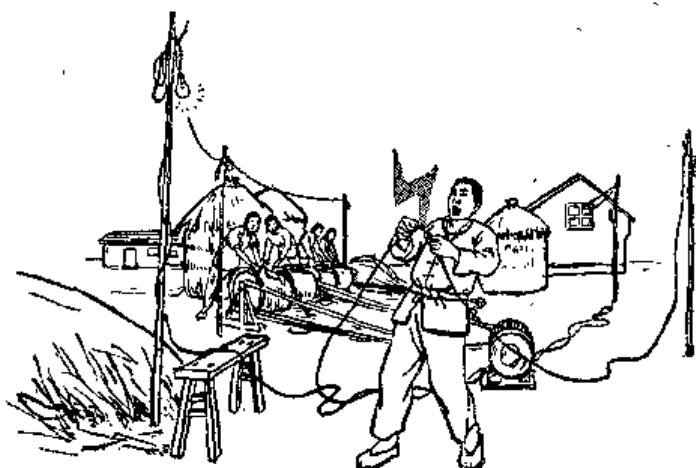
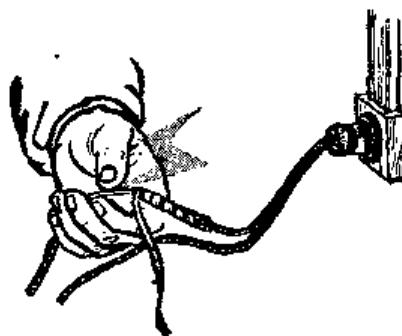

图 3
图 4
(1) 触电事故大都发生在电压为 220 伏或 110 伏的用电设备，发生在电压为 380 伏以上用电设备的次数比較少。因为一般用电设备大都采用 220 伏或 110 伏的电源，应用范围比較广；人身接触到的机会也多。例如：每一个家庭里所用的电灯、收音机、电风扇，工厂里所用的小型电动工具，理发店里所用的电器用具等等都是。另一方面，因为和这些用电设备接触的人数比較多，而且比較缺乏用电常識，或是思想上麻痹大意，对于 220 伏电压的危险性，認識不足，不够重視。
(2) 用电设备安装不合标准，在农村方面造成触电事故更多。例如：临时架设电线不合安全要求，如图 3 所示；电线破旧、外面绝缘体已坏，电杆埋植不深不牢，容易被风吹斜、吹倒，电线用得太细，容易发热烧坏橡皮绝缘，或是装得太低，容易碰断，安装电线的接头处，没有用绝缘胶布包好，如图 4 所示；或在室内装用裸线，电灯线路采用一线一地办法，如